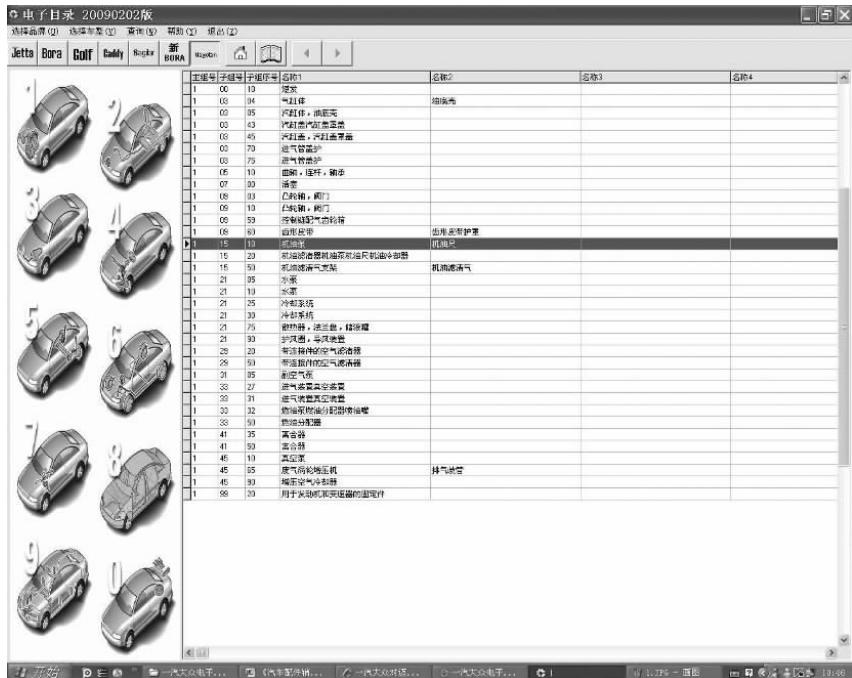
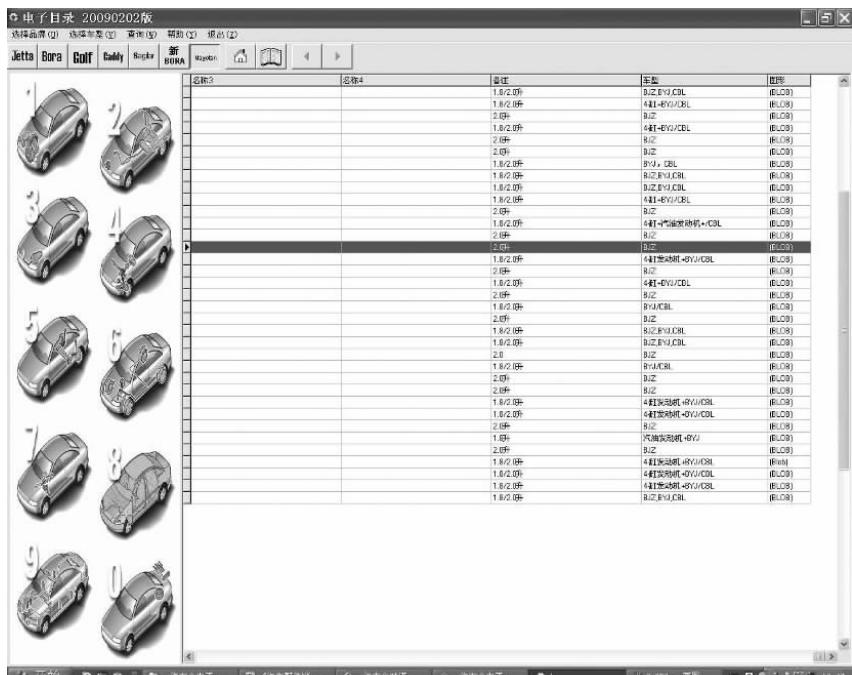

图 2-18 配件“机油泵”的前半部信息界面
图 2-19 配件“机油泵”的后半部信息界面
⑥ 选取具体项目名称“机油泵”（见图 2-18）双击该配件项目条，系统会显示该配件各型号的详细图片（见图 2-19）。